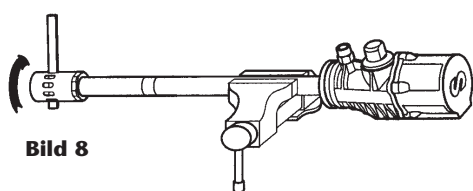

Bild 8
2. Filterkopf vom Filterrohr abschrauben. (Bild 8).